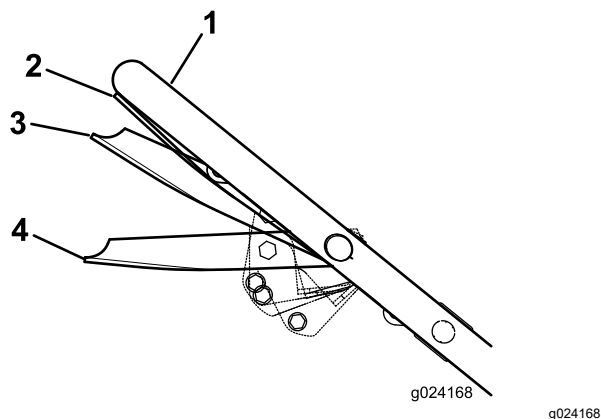

Figure 15
3. Serrez la barre de commande contre le guidon en position Marche/Déplacement (Figure 15).
Important: Ne changez pas de vitesse lorsque vous serrez la barre de commande contre le guidon en position Marche/Déplacement au risque d'endommager la transmission. Placez la barre de commande en position Marche/Change (Figure 15) pour changer de vitesse de déplacement.